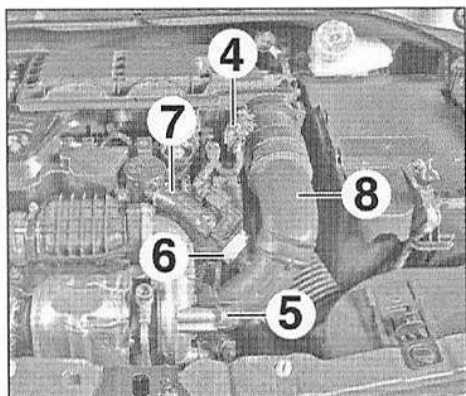

FIG.92
- Débrancher le connecteur (4) (Fig.92).
- Déposer la vis (5).
- Ecarter le collier (6) puis désolidariser le reniflard d'huile (7).
- Déposer le conduit d'air (8).